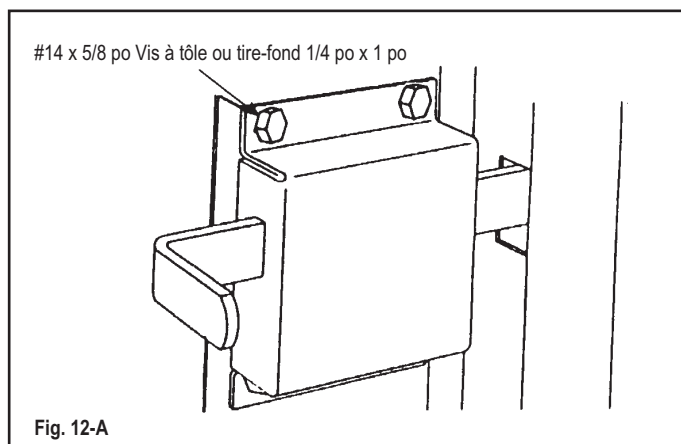

Fig. 12-A
Le verrou à coulisse intérieur est installé sur le montant d'extrémité de la seconde section en utilisant (4) vis à tôle à tête hexagonale #14 x 5/8 po (portes en acier) ou (4) tire-fonds de 1/4 po x 1 po (portes en bois). (Fig. 12-A)